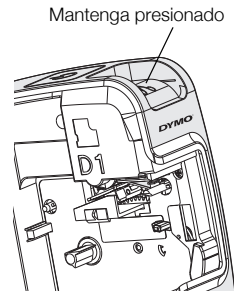

Figura 8
- 3 Presione el botón de corte. Consulte la Figura 8. La cuchilla aparecerá.